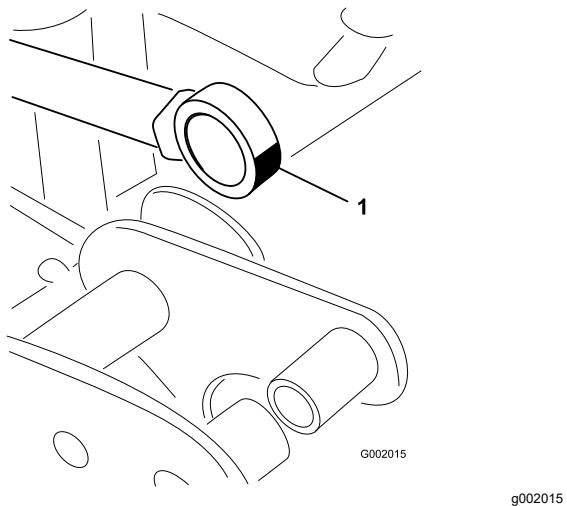

**Figure 106**
2. Retirez la goupille fendue de l'axe de chape (Figure 106).
3. Levez la section, retirez l'axe de chape et abaissez lentement la section au sol (Figure 106).
7. Tout en soutenant la section de pulvérisation, insérez l'axe de chape dans le pivot de rampe et la tige de vérin (Figure 106).